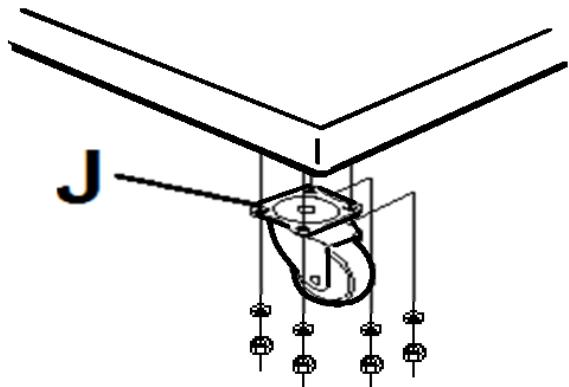

Fig 3
Monter les 4 roues (J, Fig 3) avec les vis, rondelles et écrous sur le dessous du socle (D).